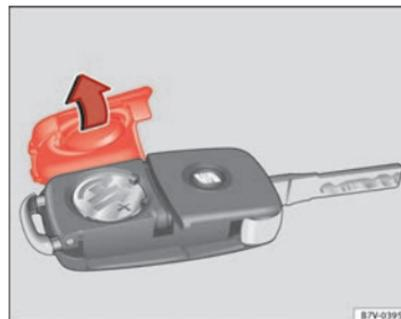

Abb. 44 Fahrzeugschlüssel: Deckel für Batteriefach öffnen.
Die Batterie befindet sich auf der Rückseite des Fahrzeugschlüssels unter einer Abdeckung ⇒ **Abb. 44**.
- Abdeckung auf der Rückseite des Fahrzeugschlüssels ⇒ **Abb. 44** in Pfeilrichtung abnehmen ⇒ **!**.
- Abdeckung wie gezeigt ansetzen ⇒ **Abb. 44** und entgegen der Pfeilrichtung auf das Fahrzeugschlüsselgehäuse drücken bis sie einrastet.